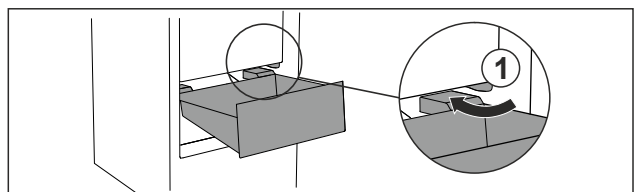

Fig. 78
- ▶ Lade schuin rond de stoppers Fig. 78 (1) leiden.